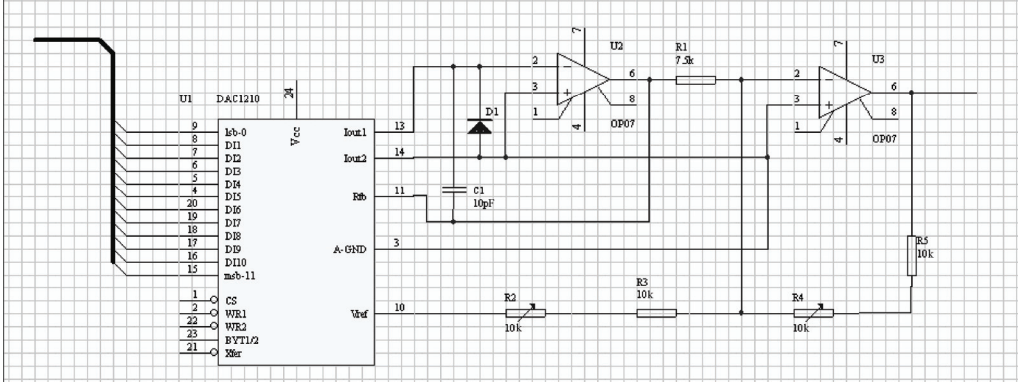

图 2-102 绘制总线和总线出入端口后的图形
- 3) 选择“Place”→“Wire”命令，连接总线出入端口和 U1 的相应引脚，如图 2-102 所示。